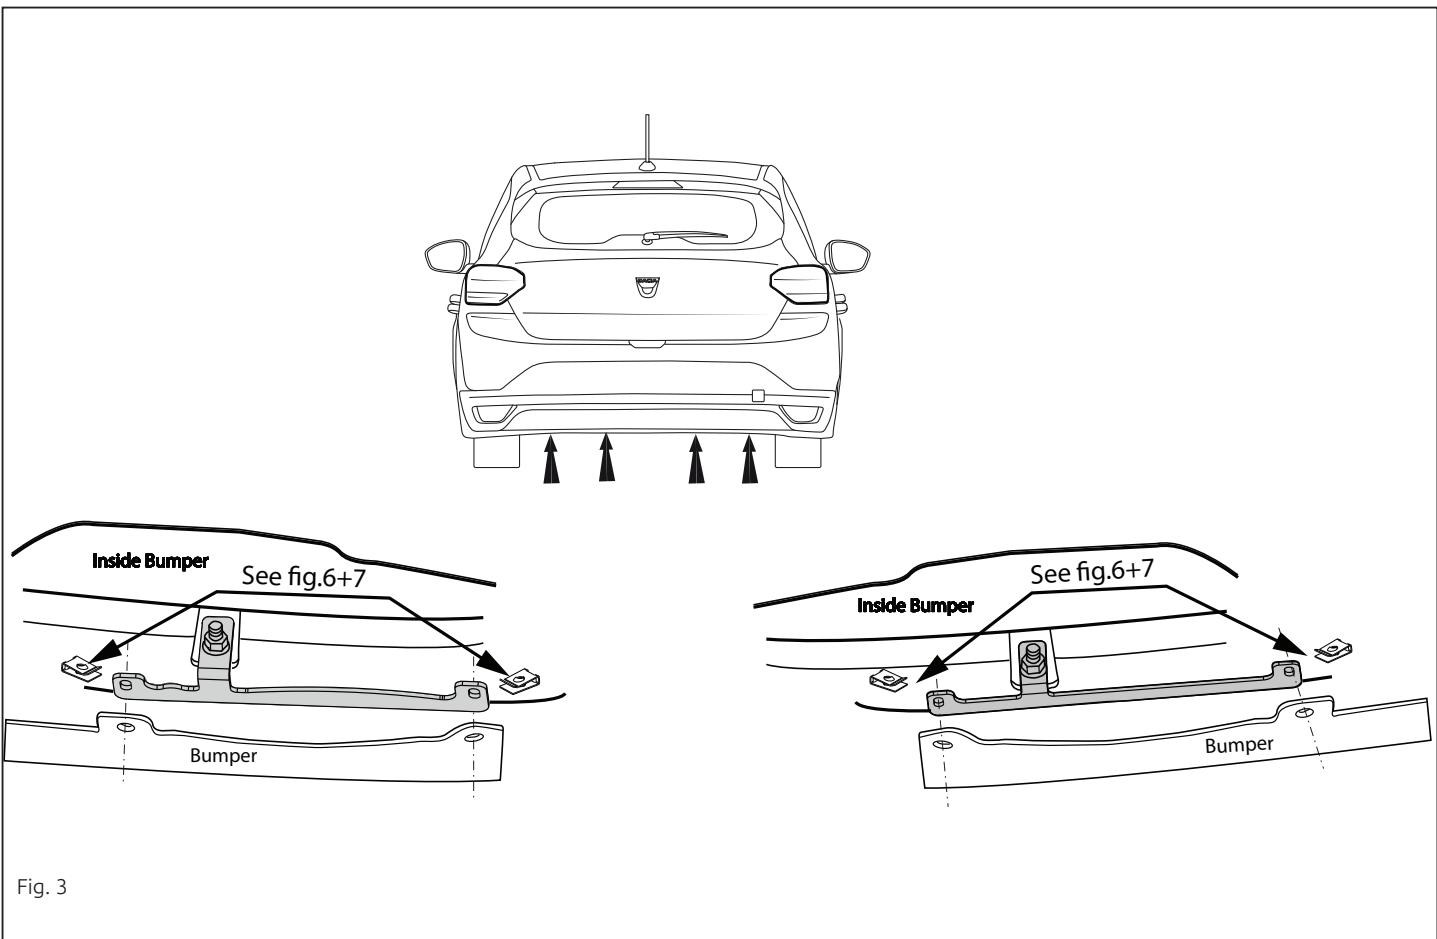

Fig. 3
- Закрепить упорные элементы I и J в точках К и L. См. рисунок 3.